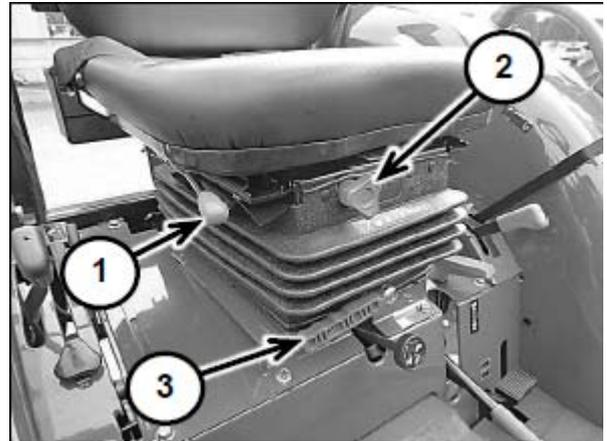

Рис. 2-1
Для регулировки положения в продольной плоскости переместите рычаг (1) (рис. 2-1) в направлении крыла, выберите необходимое положение сиденья и отпустите рычаг.